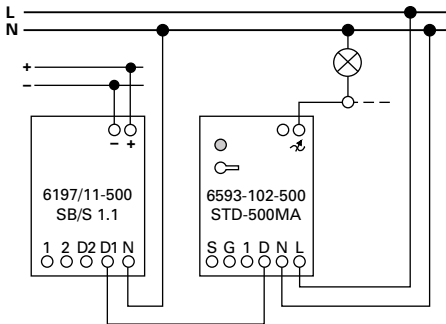

Fig. 3
- Via vermogensbouwsteen 6594-102-500 (zie Fig. 3)